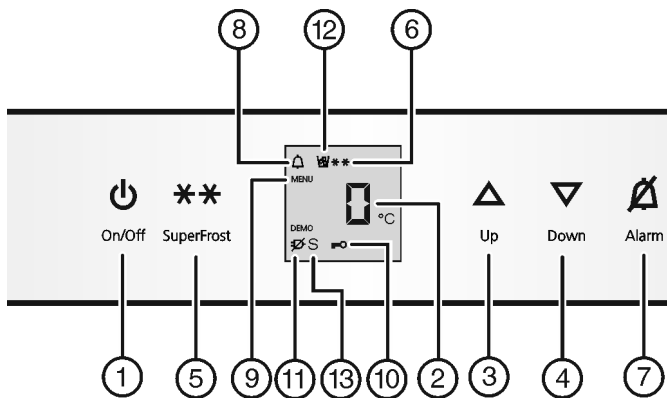

Fig. 2
- ▶ presione la tecla On/Off Fig. 2 (1).
- ▶ Activar el modo de ajuste: presione la tecla SuperFrost Fig. 2 (5) durante aprox. 5 s.
- ▷ El símbolo de menú Fig. 2 (9) se ilumina.
- ▶ Utilice la tecla de ajuste Up Fig. 2 (3) la tecla de ajuste Down Fig. 2 (4) para seleccionar °.
- ▶ Confirmar: presione brevemente la tecla SuperFrost Fig. 2 (5).
- ▶ Utilice la tecla de ajuste Up Fig. 2 (3) la tecla de ajuste Down Fig. 2 (4) para seleccionar °F o °C.
- ▶ Salir del modo de ajuste: presione la tecla On/Off Fig. 2 (1).
- ▶ Utilice la tecla de ajuste Up Fig. 2 (3) y la tecla de ajuste Down Fig. 2 (4) para seleccionar c.
- ▶ Presione brevemente la tecla SuperFrost Fig. 2 (5) para confirmar.
- ▶ Para activar el bloqueo contra la manipulación por niños, presione brevemente la tecla SuperFrost Fig. 2 (5).
- ▷ El símbolo del bloqueo contra la manipulación por niños *Fig. 2 (10)* se ilumina. En el indicador parpadea **c**.
- ▶ Para desactivar el bloqueo contra la manipulación por niños, presione brevemente la tecla SuperFrost *Fig. 2 (5)*.
- ▷ El símbolo del bloqueo contra la manipulación por niños *Fig. 2 (10)* se apaga. En el indicador parpadea **c**.
- ▶ Desactivar el modo de ajuste: presione la tecla On/Off *Fig. 2 (1)*.
- ▶ Presione la tecla Alarm *Fig. 2 (7)*.
Al mismo tiempo, parpadean el indicador de temperatura y el símbolo de alarma *Fig. 2 (8)*.
El tono de aviso se desactiva automáticamente, el símbolo de alarma *Fig. 2 (8)* se apaga y el indicador de temperatura deja de parpadear cuando la temperatura vuelve a ser lo suficientemente baja.
- ▶ Activar el modo de ajuste: presione la tecla SuperFrost *Fig. 2 (5)* durante aprox. 5 s.
▷ El símbolo de menú *Fig. 2 (9)* se ilumina.